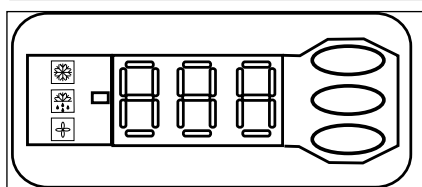

Figura 3: Display regolatore elettronico
- Per impostazione predefinita, il display del regolatore elettronico visualizza il valore della temperatura per la pressione di aspirazione in °C. Per visualizzare il valore della temperatura per la pressione di condensazione, premere il pulsante inferiore (Figura 3).